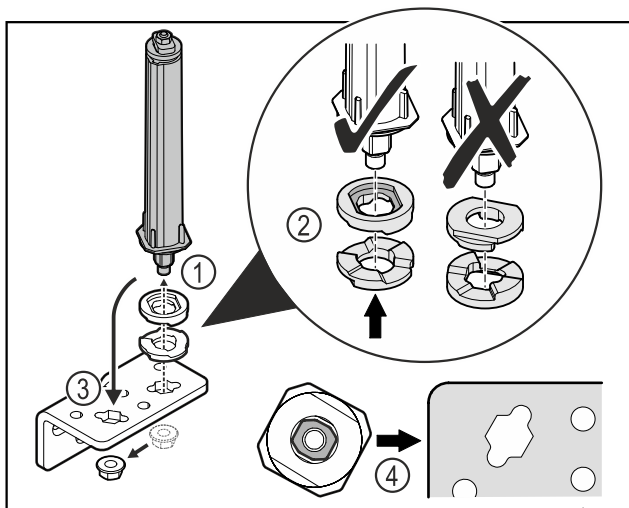

Fig. 20
- ▶ Развийте гайката и свалете затварящата система на вратата Fig. 20 (1).
- ▶ Обърнете внимание на правилното подравняване на шайбите за регулиране на височината Fig. 20 (2).
- ▶ Преместете затварящата система на вратата в ъгъла на пантата и я фиксирайте с гайката Fig. 20 (3).
- ▶ При поставяне се уверете, че затварящата система на вратата е правилно подравнена Fig. 20 (4).